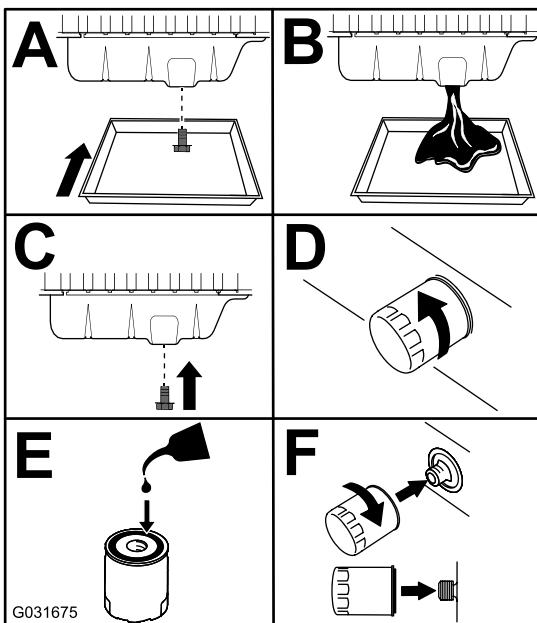

Figure 57
- Vidangez l'huile moteur et remplacez le filtre à huile (Figure 57).